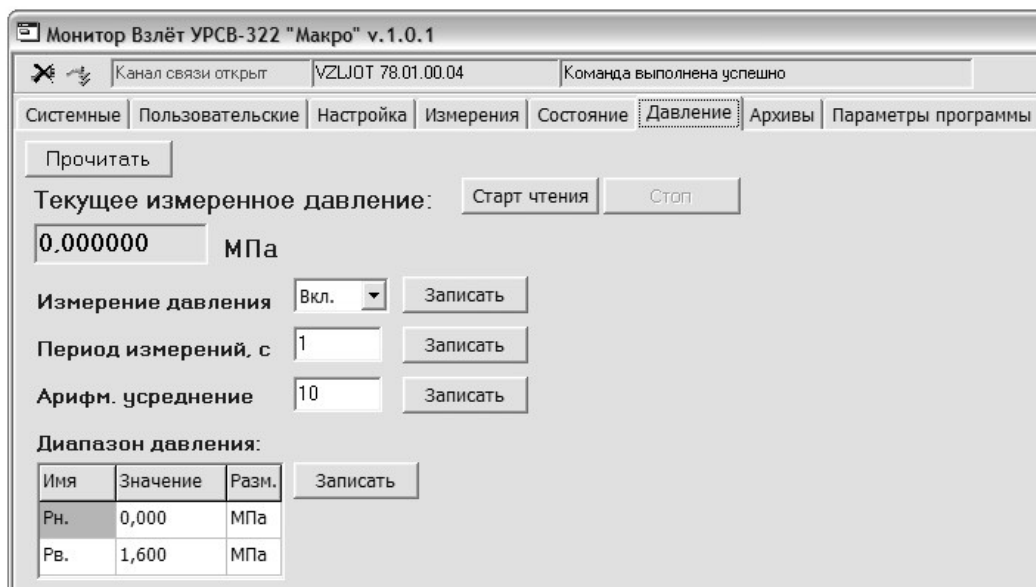

Рис.14. Окно вкладки «Давление».
3.1.11. При наличии датчика давления, установленного на трубопроводе вместе с расходомером, щелкнуть мышкой по вкладке **Давление**. На дисплее ПК отобразится окно, показанное на рис. 14.